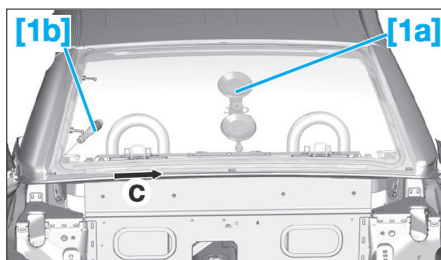

FIG. 47
- Passer l'alène [1b] à travers le cordon d'adhésif joint, de l'intérieur vers l'extérieur (Fig.47).